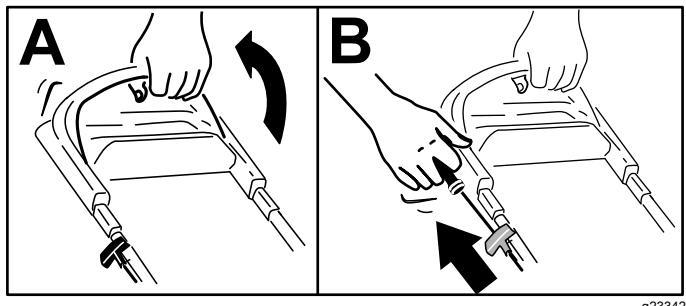

Figura 13
1. Tenete la barra di comando delle lame contro la maniglia (A di Figura 13).
lasciate che ritorni nel guidacavo sulla maniglia lentamente (B di Figura 13).